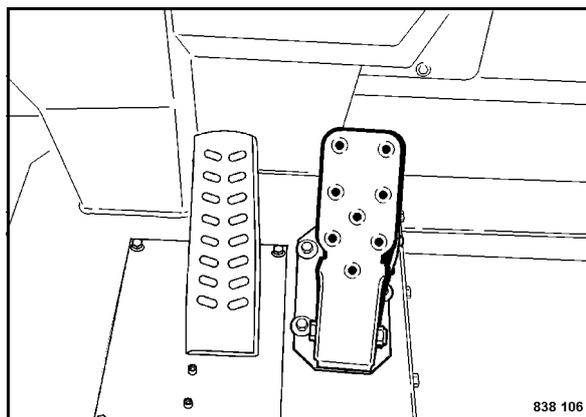

Fig. 67
- Premere lentamente l'acceleratore (Fig. 67), a seconda della velocità di marcia desiderata.